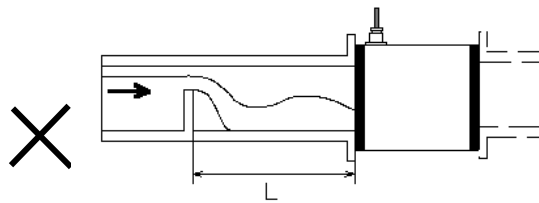

図 9. 上流に堰などがある場合
- (e)上流側に堰やフリュームなどが設置されている場合。図9。